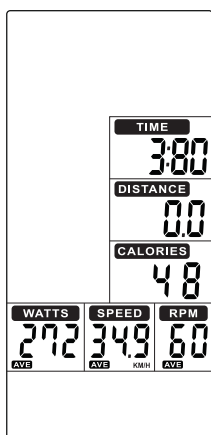
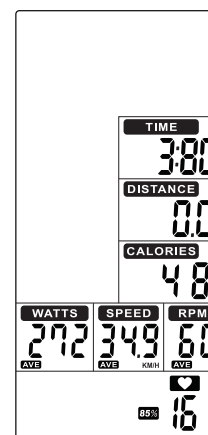

FIGURA 19
FIGURA 21
- Pressione a tecla STOP (TECLA 9), o display TEMPO (DISPLAY 3) exibirá o tempo total de treino. O display DISTÂNCIA (DISPLAY 4) exibirá a distância total do exercício. O display CALORIAS (DISPLAY 5) exibirá o consumo total durante o treino. WATTS (DISPLAY 6), SPEED (DISPLAY 2) e RPM (DISPLAY 1) mudarão para exibir AVG. O display & MAX.PULSE mudará para exibir 65%, 85% MAX (Figura 21 ~ 23) a cada 5s.
- Com a entrada do sinal de frequência cardíaca, o display FREQUÊNCIA CARDÍACA (DISPLAY 7) exibirá a frequência do usuário. Se não houver sinal, nada será exibido. (Figura 19 ~ 20).
- Pressione STOP (TECLA 9) para finalizar o treinamento, o alerta sonoro soará por 1s e exibe TEMPO (DISPLAY 3), DISTÂNCIA (DISPLAY 4), CALORIAS (DISPLAY 5) por 30s e WATT (DISPLAY 6), VELOCIDADE (DISPLAY 2) e RPM (DISPLAY 1) mudam para exibir AVG. & MAX. O display FREQUÊNCIA CARDÍACA (DISPLAY 7) mudará para exibir 65%, 85% MAX (Figura 21 ~ 23) a cada 5s.
- Com a entrada do sinal de frequência cardíaca, o display exibirá a frequência do usuário de 65%, 85% MAX (Figura 21 ~ 23). Se não houver sinal, nada será exibido. (Figura 19 ~ 20).
- Caso o sinal de frequência cardíaca seja detectado, o display PULSE (DISPLAY 7) exibirá a frequência do usuário de 65%, 85% MAX (Figura 21 ~ 23). Se não houver sinal, nada será exibido. (Figura 19 ~ 20).
- Pressione STOP (TECLA 9) para finalizar o treinamento, ao término do treino um alerta sonoro soará por 1s e exibe TEMPO (DISPLAY 3) , DISTÂNCIA (DISPLAY 4), CALORIAS (DISPLAY 5) por 30s e WATT (DISPLAY 6), VELOCIDADE (DISPLAY 2) & RPM (DISPLAY 1) mudará para exibir AVG. & MAX. O display PULSE (DISPLAY 7) mudará para exibir 65%, 85% MAX (Figura 21 ~ 23) a cada 5s.
- Pressione a tecla STOP (TECLA 9) para finalizar o treino, o display TEMPO (DISPLAY 3) exibirá o tempo total do treino; DISTÂNCIA (DISPLAY 4) exibirá a distância total do exercício; CALORIAS (DISPLAY 5) exibirá o consumo total durante o treino; WATTS (DISPLAY 6), VELOCIDADE (DISPLAY 2) e RPM (DISPLAY 1) mudarão para exibir AVG. & MAX. O display Frequência cardíaca (DISPLAY 7) mudará para exibir 65%, 85% MAX (Figura 21 ~ 23) a cada 5s.
- Com a entrada do sinal de frequência cardíaca, o display FREQUÊNCIA CARDÍACA (DISPLAY 7) exibirá a frequência cardíaca do usuário. Se não houver sinal, nada será exibido. (Figura 19 ~ 20).